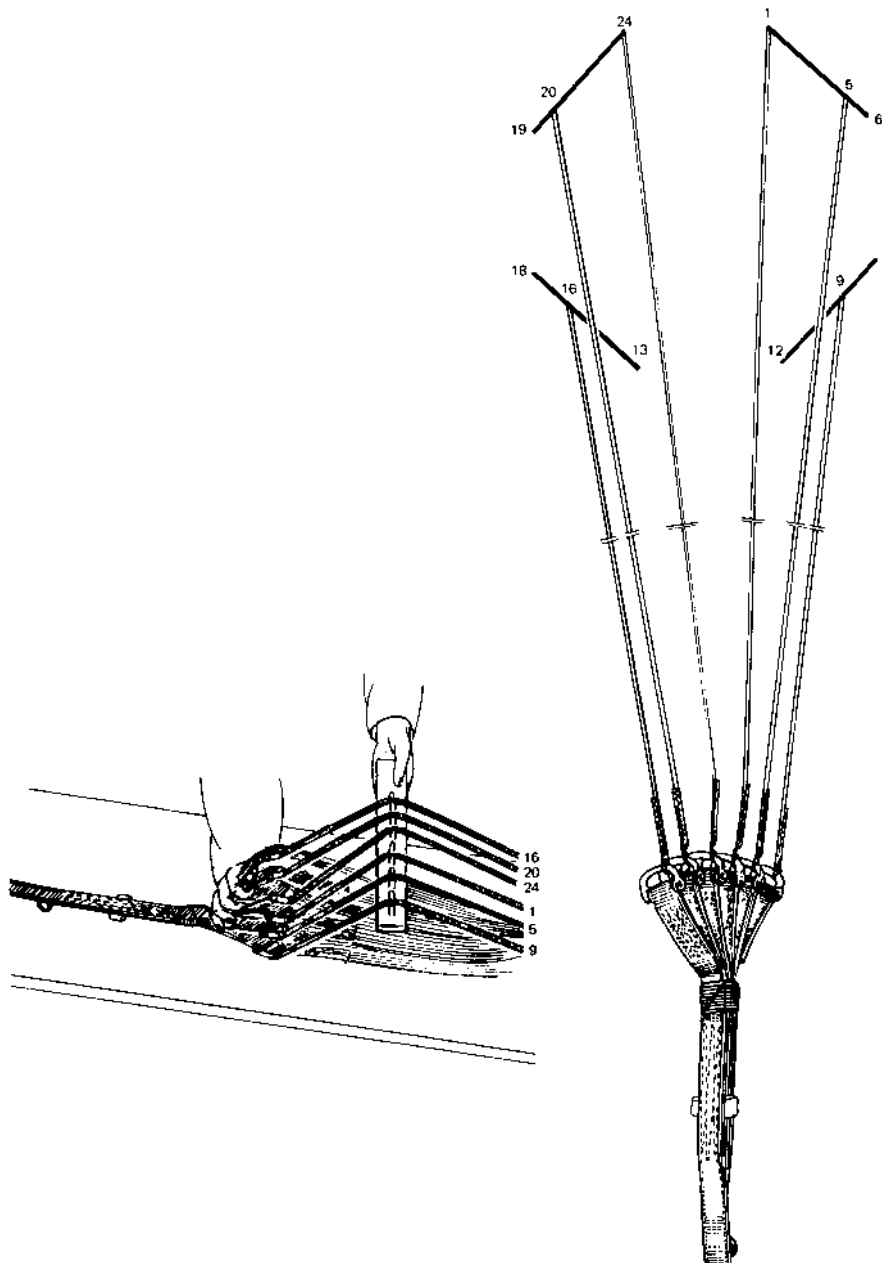

Fig. 4.23 - Contrôle du démêlage
- Saisir dans l'ordre les suspentes n° 16, 20, 24 côté gauche et n° 1, 5, 9 côté droit (fig. 4.23).
- Vérifier le démêlage en descendant vers les élévateurs superposés. Les suspentes de référence sont étagées dans l'ordre indiqué, du haut vers le bas, l'anneau-dé de verrouillage de la sangle d'éjection est en contact avec la table (fig. 4.23).